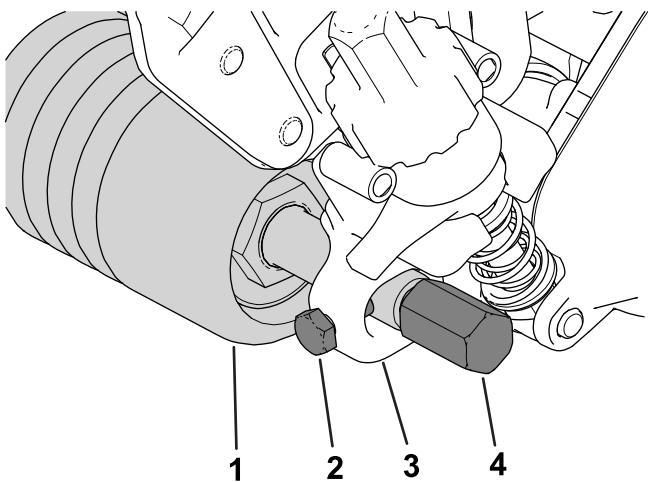
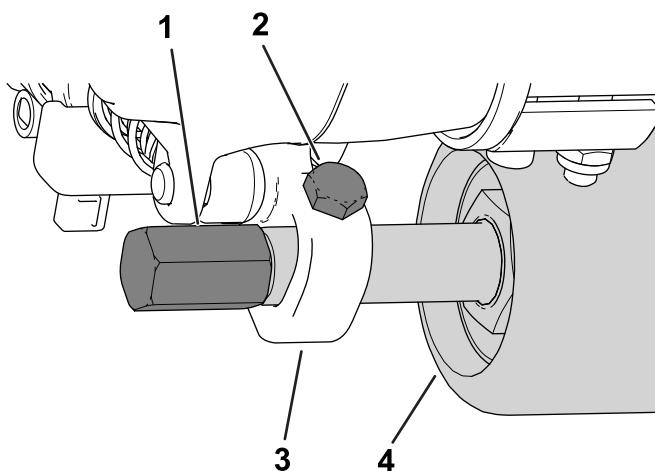

Bild 14
Bild 15
5. Führen Sie die Rollenwelle mittig zwischen den Schnitthöhenhalterungen (HOC) ein und sichern Sie diese mit zwei Befestigungsschrauben (Bild 14 oder Bild 15).
Sie können die Befestigungsschrauben an der Vorderseite (wie in Bild 14 dargestellt) oder an der Rückseite (Bild 15) der Schnitthöhenhalterungen anbringen. Wenn Sie die Schrauben an der Vorderseite anbringen, hat der Groomer ausreichend Abstand zur Rolle; wenn Sie sie an der Rückseite anbringen, kann der Groomer die Rolle berühren.
6. Befestigen Sie die Schutzvorrichtungen des Groomers auf beiden Seiten der Rollenwelle (Bild 14).